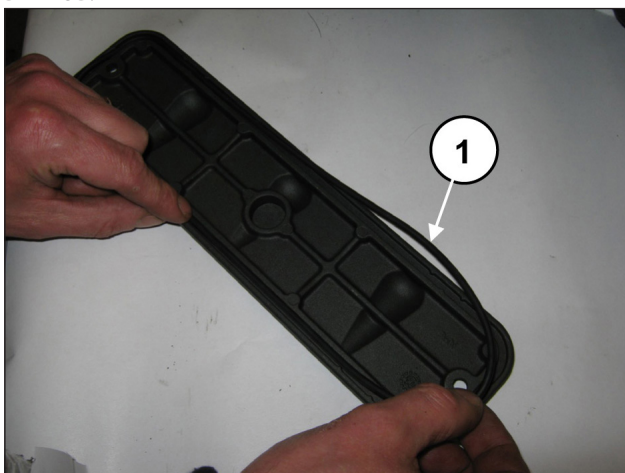
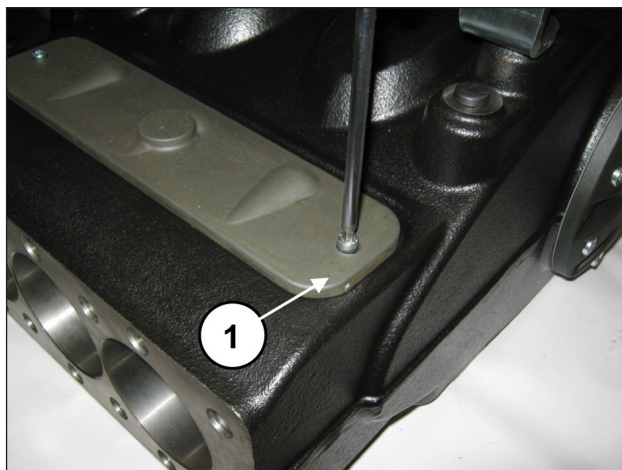

Рис. 97
Рис. 98
Установите смотровые крышки с уплотнительными кольцами O-ring (поз. ①, Рис. 97) и затяните их с помощью 2 винтов М6х14 (поз. ①, Рис. 98) и 2 винтов М6х40. Откалибруйте винты с помощью динамометрического ключа, как указано в главе 3 КАЛИБРОВКА ЗАТЯЖКИ ВИНТОВ.